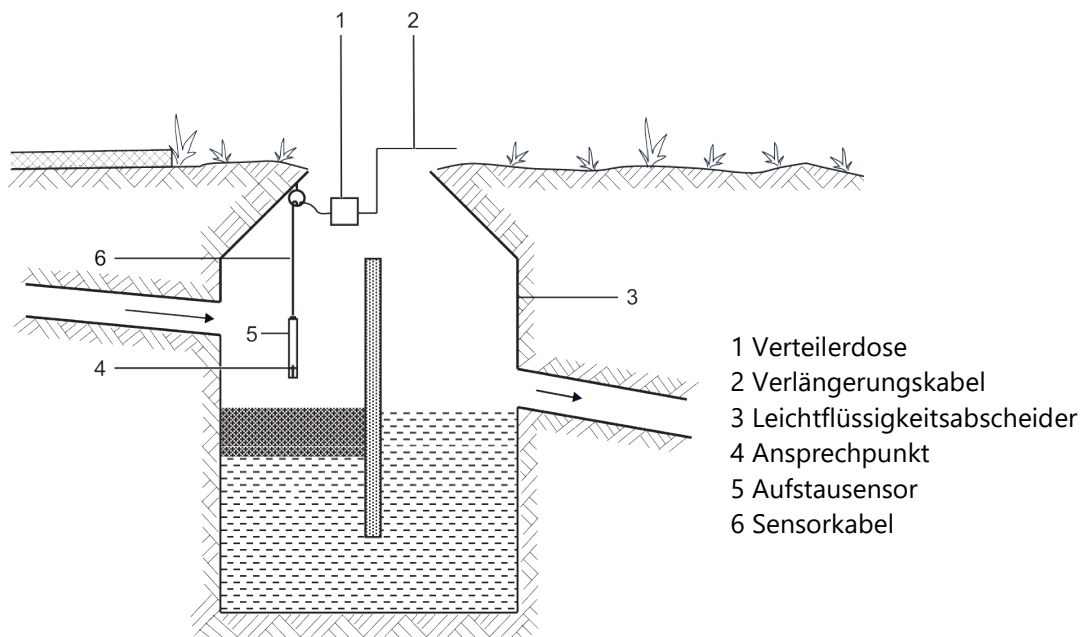

Abbildung 4: SEPARIX-T, Installation
Der Aufstausensor wird an seinem Kabel (6) so in den Leichtflüssigkeitsabscheider (3) gehängt, dass er sich nicht im Zulaufbereich des Abscheiders befindet, wo eine erhöhte Gefahr der Verschmutzung oder Störung durch spritzende Flüssigkeit besteht (siehe Abbildung 4: SEPARIX-T, Installation). Befestigungsart und -materialien sind von den örtlichen Errichtungsvorschriften und dem Material des Abscheiders (Beton, Kunststoff, Metall etc.) abhängig.